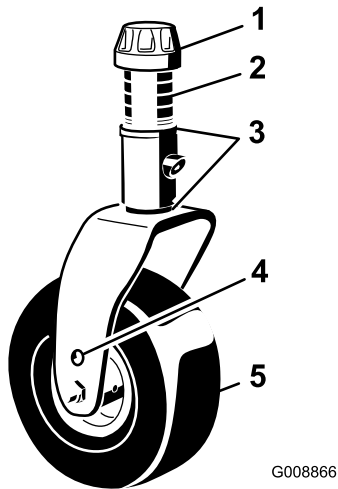

Figura 16
3. Togliete il cappuccio di tensione dall'asse del perno (Figura 16) ed estraete il perno dal braccio della ruota orientabile. Montate i due spessori (3 mm) sull'asse dei perni, come erano montati in